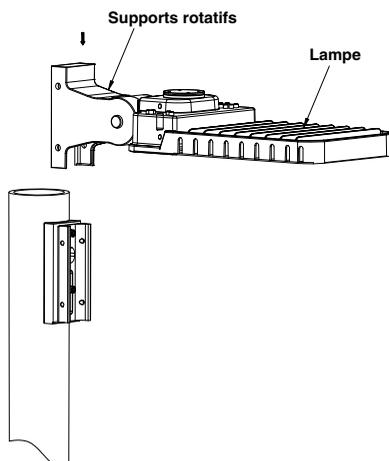

FIG. 4
2. Insérez le luminaire dans l'adaptateur. (voir la **FIG. 4**)